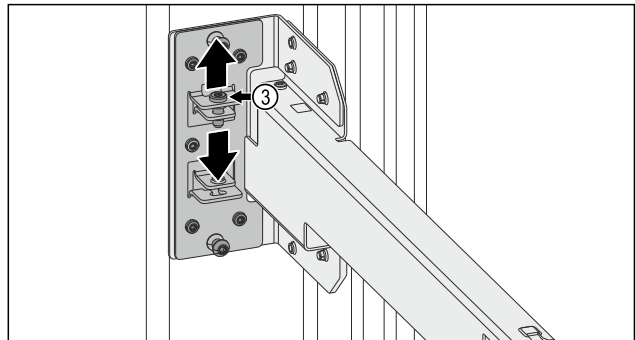

Fig. 15
- ▶ Schraube Fig. 15 (3) lösen.
- ▶ Schraube Fig. 15 (3) festziehen.